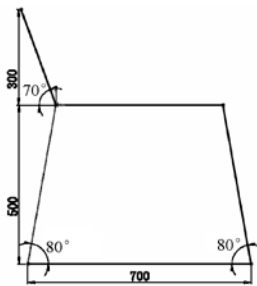

图 10-105 绘制草图
- 1 单击“草图”工具栏中的“直线”按钮, 绘制如图 10-105 所示的草图并标注尺寸。